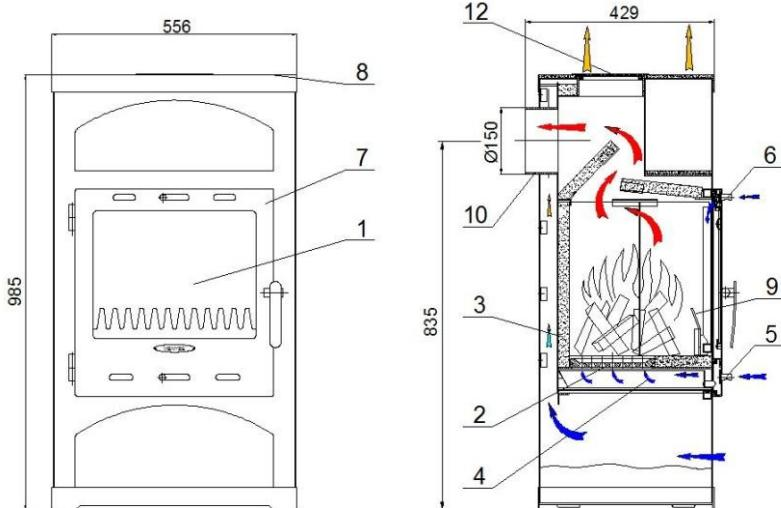

Рис. 1
Топка в печке выложена огнеупорной плиткой 3 (см. рис.1), которая улучшает горение. В дверцу печки 7 вмонтировано термостойкое стекло, которое позволяет видеть пламя. Первичная подача воздуха регулируется при помощи заслонки 5. Вторичная подача воздуха в топку подается через заслонку регулирования 6. В печке используется отражатель огня 9. На верху печки Vienybē-05 находится керамическое место накаливания, которую можно использовать для подогрева пищи.
Печка должна быть смонтирована таким образом, чтобы не были бы заблокированы заслонки регулирования подачи воздуха 5 и 6 (см. рис. 1).
- изъять подсоединение дымохода 10 (см. рис.1), отвинтив крепежные болты;
Разжигание. Полностью откройте заслонки первичной и вторичной подачи воздуха 5 и 6 (см. рис.1). На дно топки положите два полена маленького размера, оставляя между ними промежуток. В промежуток вложите скомканную бумагу или таблетку твердого топлива, на которую нужно крестообразно положить мелко нарубленные сухие дрова, на них положить дрова средней величины. Бумагу поджечь и после ее возгорания закрыть дверцу. Ручка дверцы может быть горячей, поэтому надо пользоваться защитной рукавицей. Интенсивность горения регулировать при помощи заслонок подачи воздуха.